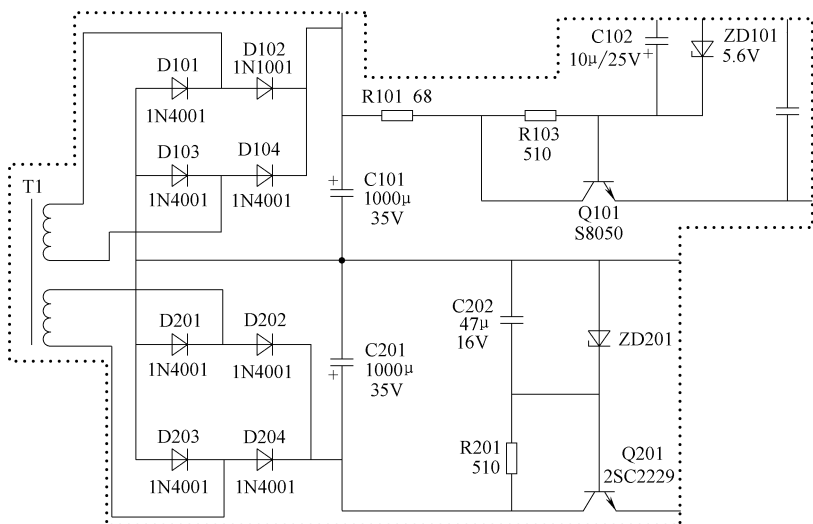

图 4-106 C101 相关电路截图
**维修笔记** 要防止这种故障发生，对于关键电路的滤波电容，如果出现鼓胀、外皮收缩，则应立即用同规格电容替换。C101 相关电路截图如图 4-106 所示。